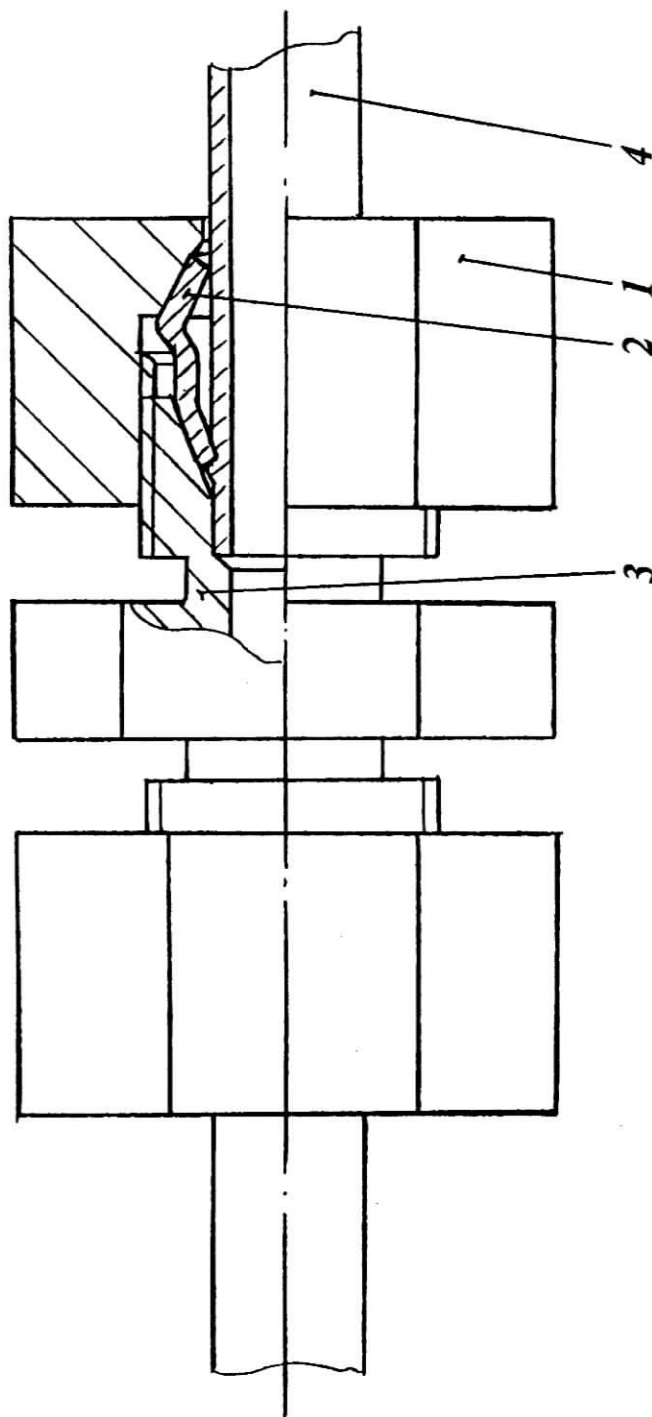

Рис. 136 -
4. Накидную гайку и врезающееся кольцо следует надевать на трубу последовательно, так, чтобы головка кольца была обращена в сторону гайки, а режущая кромка - к концу трубы (см. Рис. 136).